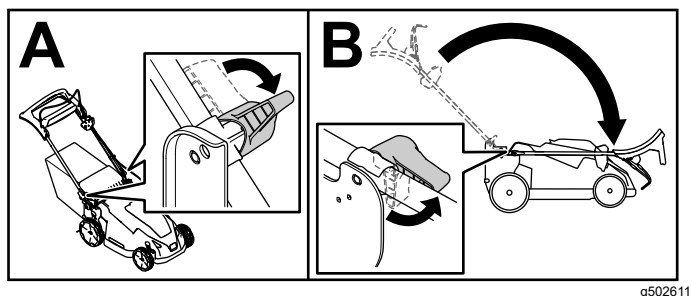

Figura 19
2. Abra las palancas de bloqueo del manillar hasta que pueda mover libremente la sección superior del manillar (Figura 19, A).
3. Pliegue el manillar hacia adelante del todo y conecte los cierres del manillar (Figura 19, B).